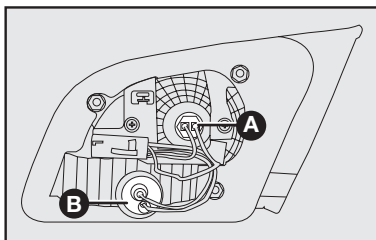

fig. 47
A-fig. 47: Luz de posição traseira.
B-fig. 47: Luz de marcha a ré.
2) Para substituir a lâmpada da luz de posição, puxar o porta-lâmpada **A-fig. 47** e puxar a lâmpada fixada a pressão. Em seguida, substituir a lâmpada e recolocar o porta-lâmpada.
3) Para substituir a lâmpada da luz de marcha a ré, girar no sentido anti-horário o porta-lâmpada **B-fig. 47** e puxar a lâmpada fixada a pressão. Em seguida, substituir a lâmpada e recolocar o porta-lâmpada, girando-o no sentido horário.